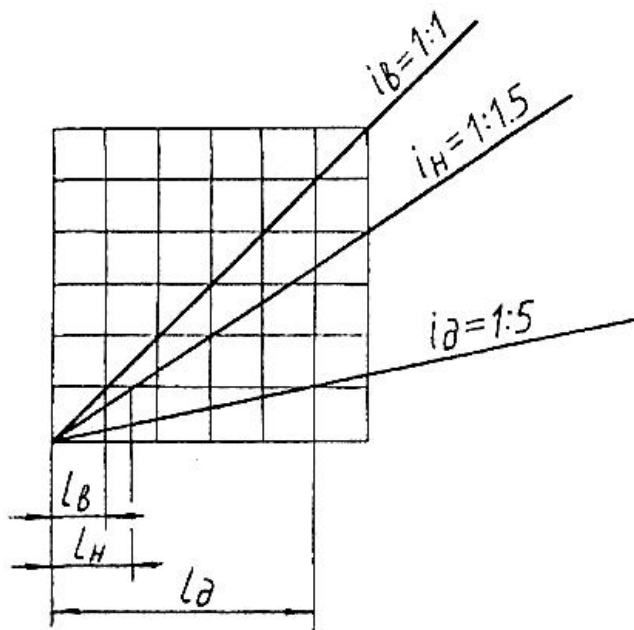

Рисунок 1 - Построение масштаба уклона плоскости
**Содержание работы.** На формате А3 начертить в масштабе 1:200 план земельного участка размером 40×40 м, рельеф которого задан горизонталями (рисунок 1). Нанести на него в том же масштабе план земельного сооружения так, чтобы центр сооружения 0 совместился с центром участка 0, и ось сооружения была наклонена к меридиану под углом  $\alpha$ . Тип земельного сооружения и величина угла  $\alpha$  определяется номером варианта по таблице 1 и рисунку 1.